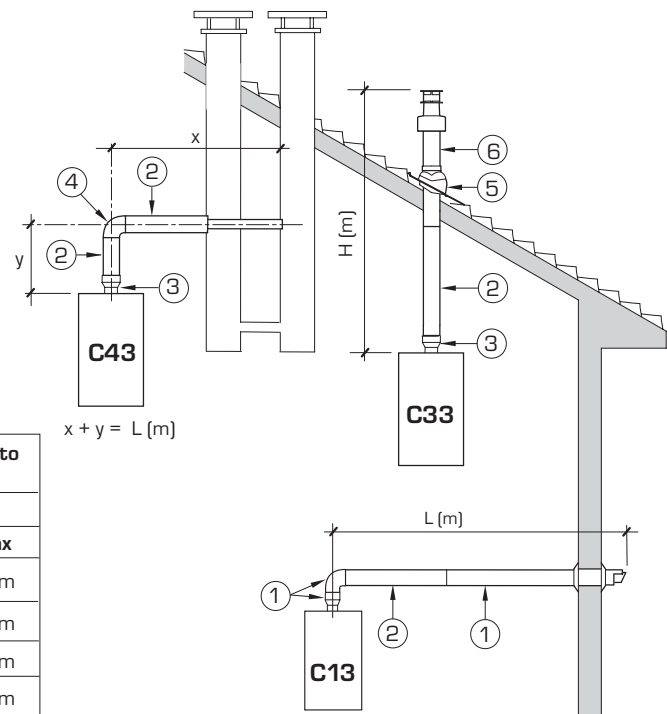

Fig. 8
2.7 INSTALACIÓN DEL CONDUCTO COAXIAL ø 60/100 - ø 80/125 (fig. 8)
Los conductos de aspiración y descarga coaxiales se suministran bajo pedido en un kit acompañado de instrucciones de montaje. Los esquemas de la fig. 8 ilustran algunos ejemplos de las diferentes modalidades de descarga admitidas y las longitudes máximas alcanzables.